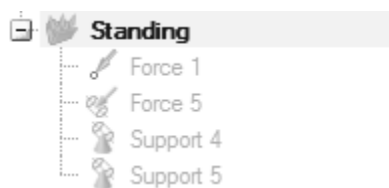

图 7-7
3) 在模型浏览器中，单击直立载荷工况旁边的  图标，隐藏该载荷工况中的所有载荷和固定约束，如图 7-7 所示。